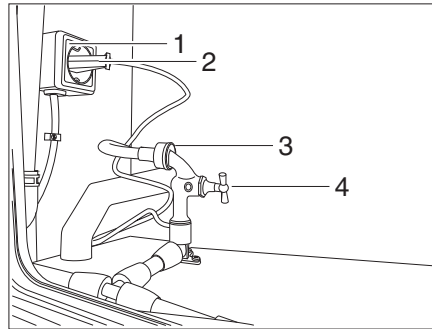

Bild 185 Anschluss Zerhackertoilette
- Bajonettverschluss (Bild 185,3) der Toilette anschließen.
- Wasserhahn (Bild 185,4) aufdrehen.
- Stecker (Bild 185,2) in Steckdose (Bild 185,1) einstecken.
- Wasserhahn der Zerhackertoilette (Bild 185,3) öffnen.